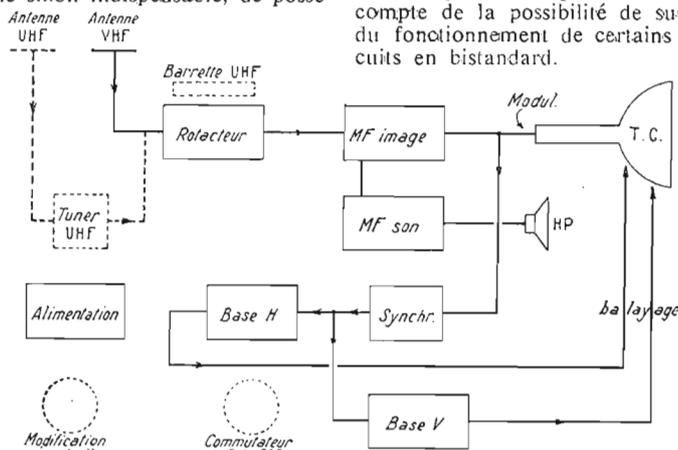

FIG. 1
ment sur les deux standards, en passant d'un standard à l'autre au moyen d'un dispositif de commutation agissant sur les circuits de schéma ou de réglage différents dans chaque standard. La figure 1 résume ces considérations. En pointillé les principales pièces à ajouter.
b) rétrécissement de la bande afin de passer de la courbe 819 (voir figure 1) à la courbe 625, la porteuse MF image étant déplacée de 28,05 Mc/s à 32,7 Mc/s, la porteuse MF son restant inchangée (voir figure 3).